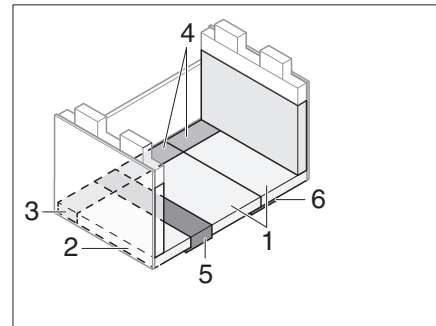

Bild 211 Nach dem Umbau
- Sitz-, Rucken- und Zusatzpolster wie in Bild 211 gezeigt auflegen.
- ▷ Um einen hoheren Liegekomfort zu erreichen, kann die Polster-Beilage aus dem Ruckenpolster (Bild 211,2) entfernt werden.